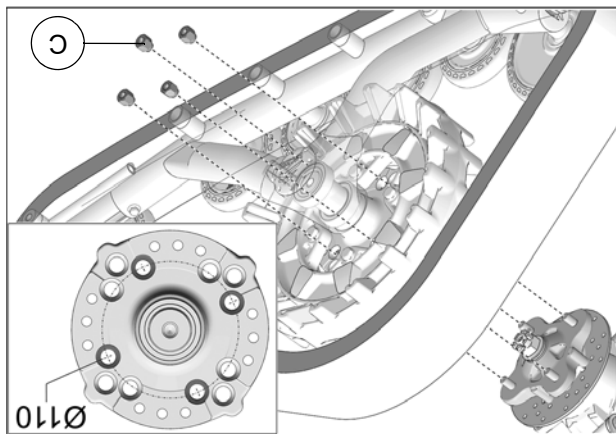

Fig. 20
8. Fixer le système de traction au moyen de roue avant. Utiliser le cercle de perçage de $\varnothing 110$ mm et les écrous de roue (C) fournis. Voir la Fig. 20